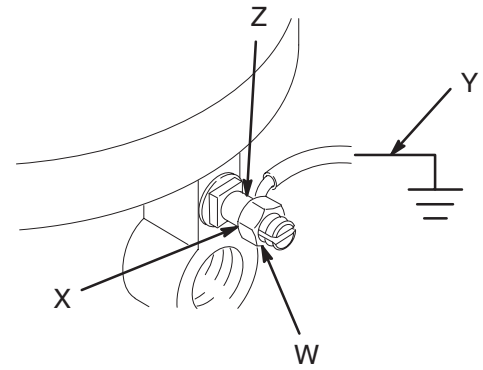

Abb. 2
1. *Pumpe:* Mutter (W) und Scheibe (X) der Erdungsöse lösen. Ein Ende eines 1,5 mm² dicken Erdungskabels (Y) in den Schlitz in der Öse (Z) schieben und die Mutter fest anziehen. Siehe Abb. 2. Das andere Ende des Kabels mit einem guten Erdungspunkt verbinden. Erdungskabel und Klammer sind mit der Teilenummer 222011 zu bestellen.